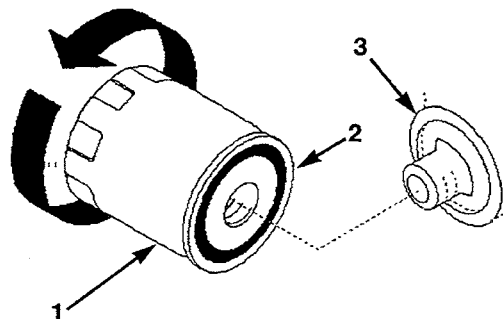

Figure 19
2. Déposer le filtre usagé et essuyer la surface du joint de l'adaptateur (Fig. 19).
3. Appliquer une fine couche d'huile neuve sur le joint en caoutchouc du filtre de rechange (Fig. 19).
4. Poser le filtre de rechange sur l'adaptateur. Tourner le filtre dans le sens des aiguilles d'une montre jusqu'à ce que le joint en caoutchouc touche l'adaptateur, puis visser encore le filtre d'1/2 tour (Fig. 19).